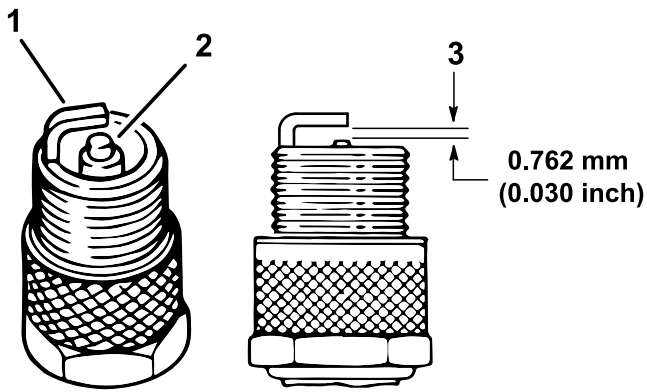

Bild 34
4. Prüfen Sie den Zustand der Seitenelektrode, der zentralen Elektrode und der Isolierung um die zentrale Elektrode, um sicherzustellen, dass nirgendwo Defekte aufgetreten sind (Bild 34).
5. Stellen Sie den Abstand zwischen der mittleren und seitlichen Elektrode auf 0,762 mm ein, wie in Bild 34 abgebildet.